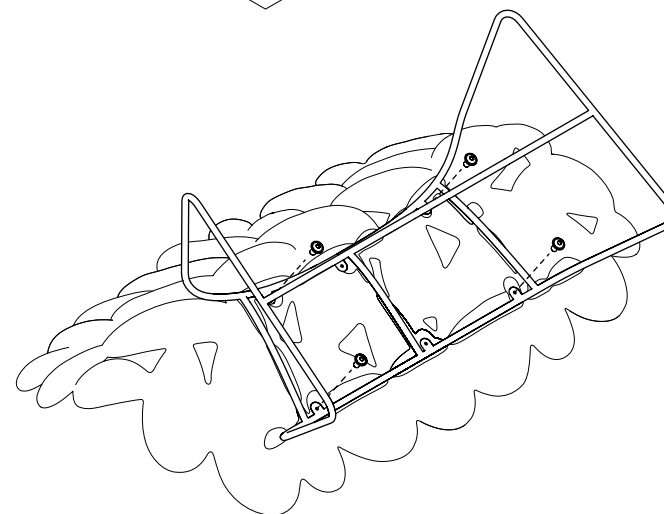

Fig.2
- Posizionare la struttura metallica in modo che le sei asole della struttura combacino con i sei fori filettati della seduta come da immagine. Mantenendo la struttura in posizione, inserire, come mostrato nella figura, le quattro viti più esterne manualmente (Fig.2)
- Position the metal structure so that the six slots in the structure match the six threaded holes in the seat as shown in the image. Holding the structure in place, insert the four outer screws manually, as shown in the figure (Fig. 2).
- Tout en maintenant la structure en place, insérez manuellement les quatre vis les plus externes, comme indiqué sur l'image (Fig. 2).
- Manteniendo la estructura en su posición, inserte manualmente los cuatro tornillos más externos, tal y como se muestra en la figura (Fig. 2).